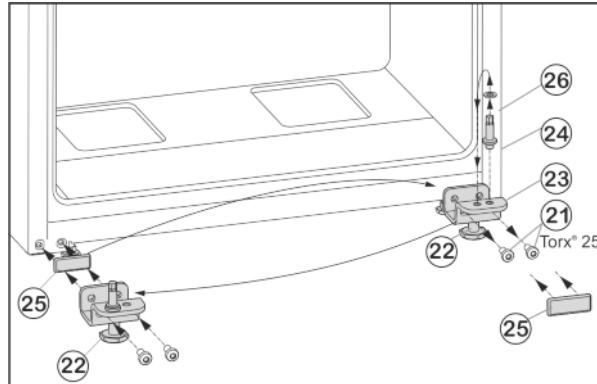

Fig. 9
- ▶ Открутите крепежные винты Fig. 9 (21).
- ▶ Снимите нижний опорный кронштейн Fig. 9 (23) вместе с опорным пальцем Fig. 9 (24), шайбой Fig. 9 (26) и регулируемой опорой Fig. 9 (22).
- ▶ Открутите опорный палец Fig. 9 (24) вместе с шайбой Fig. 9 (26) и, переставив в отверстие на противоположной стороне опорного кронштейна, снова прикрутите.
- ▶ Аккуратно снимите защитную пластины Fig. 9 (25) и переставьте ее на противоположную сторону.
- ▶ Прикрутите нижний опорный кронштейн Fig. 9 (23) вместе с опорным пальцем Fig. 9 (24), шайбой Fig. 9 (26) и регулируемой опорой Fig. 9 (22) с новой стороны шарнира (с моментом 4 Нм), при необходимости используйте аккумуляторный шуруповерт.
- ▶ Установите дверь сверху на опорный палец Fig. 9 (24).
- Выверните регулируемую опору Fig. 9 (22) на нижнем опорном кронштейне Fig. 9 (23) до ее соприкосновения с полом.